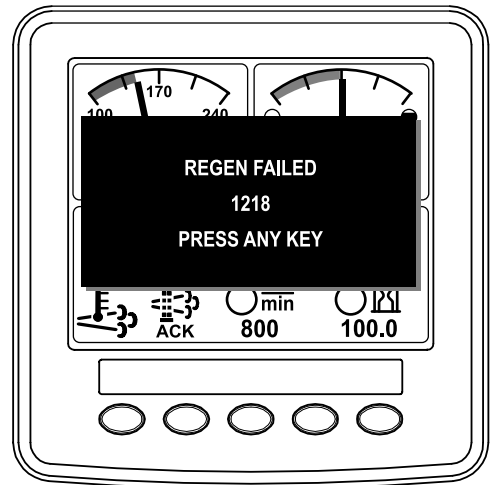

Figura 63
**Nota:** Si la regeneración no se completa, el InfoCenter muestra el Aviso N° 1218 (Figura 63). Pulse cualquier tecla para salir a la pantalla de Inicio.